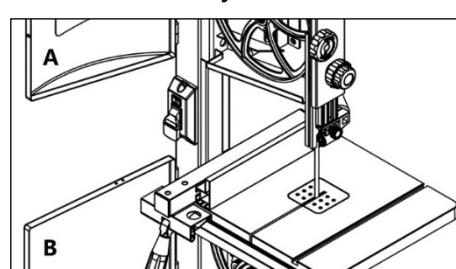

Рисунок 10.
- Откройте верхнюю А и нижнюю В крышки (рис. 10).
- Откройте нижнюю крышку В (рис. 10).
- Закройте нижнюю крышку В (рис. 10).